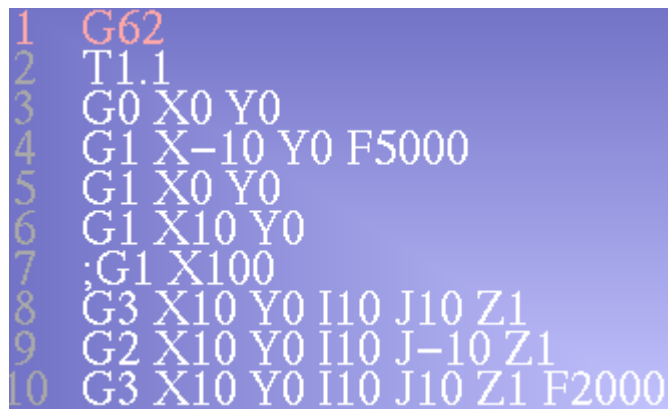

Рис. 1.3.20: Текст программы для текущего суппорта
11. Показать текст программы для текущего суппорта. Определяет, показывать текст для текущего суппорта (рисунок 1.3.20) или для двух сразу (рисунок 1.3.21). Данный функционал актуален исключительно для двухсуппортовых станков. По умолчанию отображение текста программы для текущего суппорта отключено. Примечание: отображаемый текст программы зависит от вкладки, из которой Вы перешли во вкладку графики. Если перейти из основного окна программы, то отобразится текст и траектория движения для текущей УП, если из окна редактирования, то для выбранной программы.